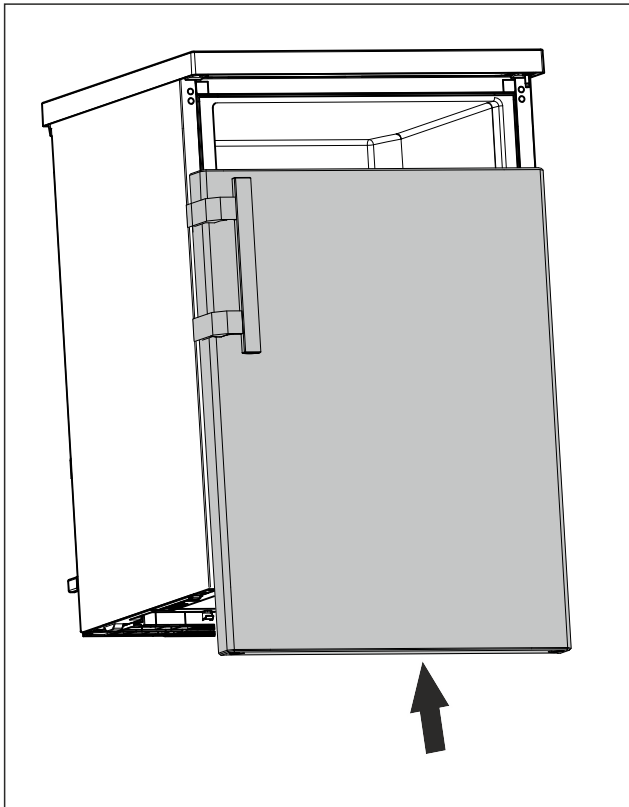

*Fig. 22*
- ▶ Tür im geschlossenen Zustand auf oberen Bolzen schieben. (siehe *Fig. 22*)